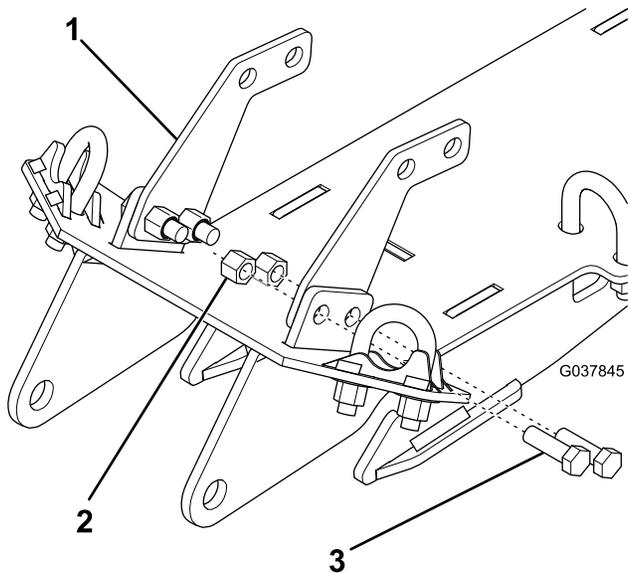

**Bild 1**
5. Befestigen Sie den Unterfahrschutz mit zwei dünnen U-Bügeln, vier Unterlegscheiben und vier Sicherungsmuttern locker am Rahmen des Stoßfängers (Bild 1).
6. Befestigen Sie den Unterfahrschutz mit einem dicken U-Bügel, zwei Unterlegscheiben und zwei Sicherungsmuttern locker am horizontalen Rahmenrohr (Bild 1).
7. Befestigen Sie den hinteren Teil des Unterfahrschutz mit vier dicken U-Bügeln, acht Unterlegscheiben und acht Sicherungsmuttern locker an den Rahmenrohren (Bild 1).